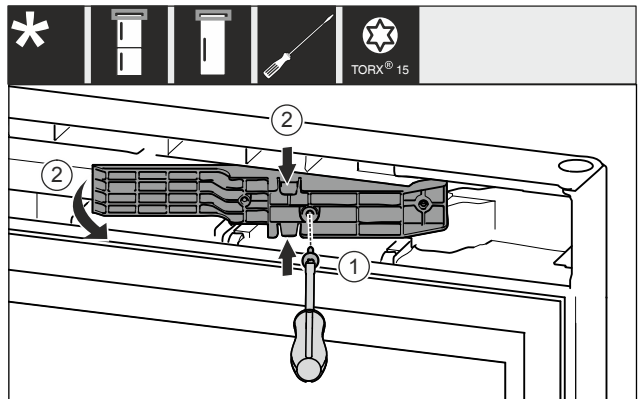

Fig. 12 \*
- Lossa skruvarna med en torxskruvmejsel T15. Fig. 12 (1)\*
- Dra ut adaptern. Fig. 12 (2)\*